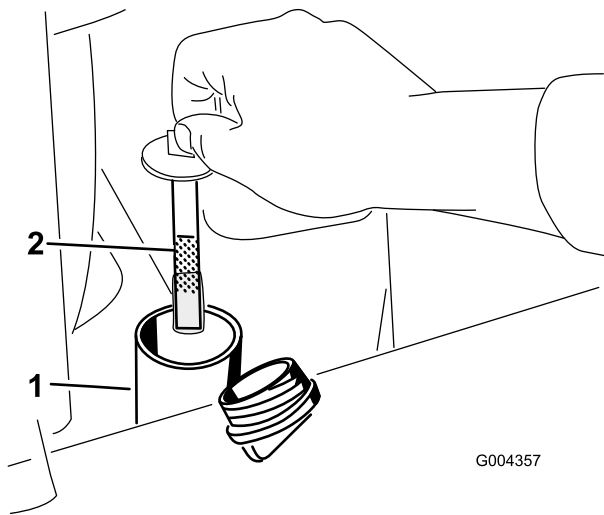

Figura 60
6. Remova o tampão do tubo de enchimento e verifique o nível de fluido na vareta (Figura 60).